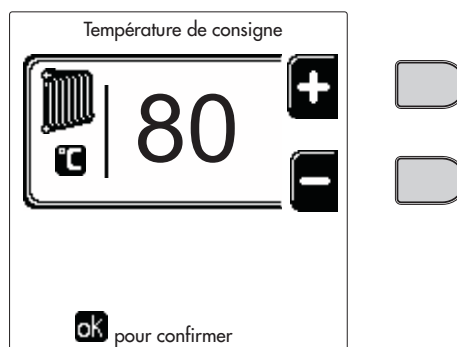
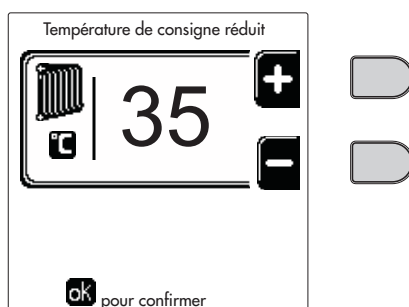
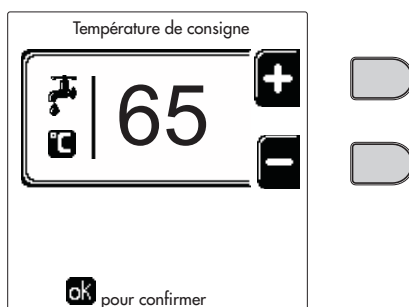
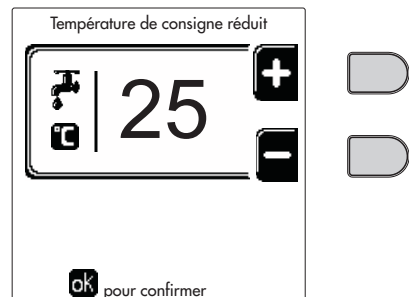

fig. 12
fig. 13
fig. 14
fig. 15
- **ON**. En cas de demande Chauffage/ECS, la chaudière fonctionne à la Température de Réglage Chauffage/Sanitaire (fig. 12/fig. 14) définie.
- En cas de demande Chauffage/ECS, la chaudière fonctionne à la Température de Réglage Réduite. On obtient la température Réduite en ôtant la valeur de la Température de Réglage Réduction (fig. 13/fig. 15) de la Température de Réglage Chauffage/ECS (fig. 12/fig. 14) définie.